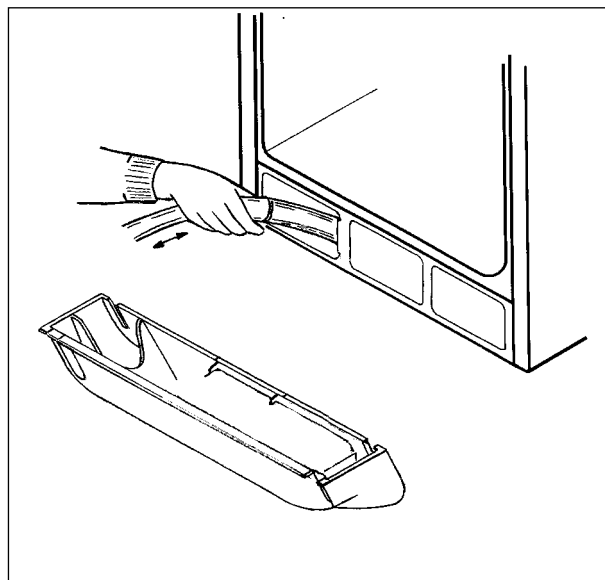

Рис.12
- Чтобы прочистить конденсатор в нижней части прибора (черная волнистая решетка), сначала снимите пластиковую вентиляционную решетку: нажмите на нее снизу и потяните на себя. Теперь прочистите конденсатор пылесосом. Не забудьте перед чисткой отключить прибор кнопкой Вкл/Выкл (см. рис. 12).